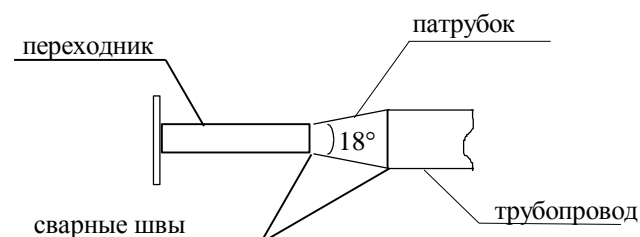

Рисунок 2
- внутренний диаметр трубопровода в месте разрыва должен быть равен Ду ППР-7 с отклонением не более $\pm 2\%$; если отклонение диаметра более $\pm 2\%$, то между переходниками и трубопроводом следует приварить, выполняя требования к соосности, конические патрубки конусностью не более 18° (см. рисунок 2); допускается использовать вместо конических патрубков концентрические переходы по ГОСТ 17378-2001;